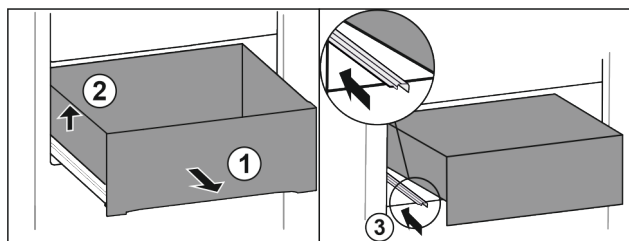

Fig. 181
- Izvelciet atvilktni līdz galam. Fig. 181 (1)
- Paceliet atvilktni kreisajā pusē. Fig. 181 (2)
- Iebīdiet kreiso sliedi. *Fig. 181 (3)*